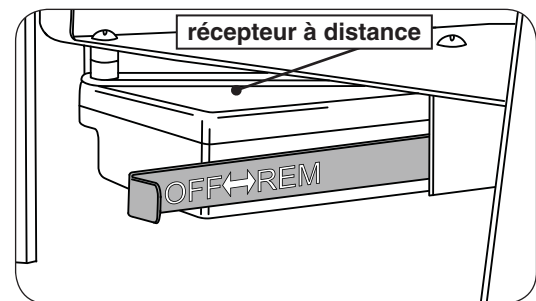

Fig. 18-2
2. Localisez l'actionneur de l'interrupteur OFF/REMOTE actionneur coulissant à l'arrière gauche du brûleur. Faites glisser l'actionneur à la position **REMOTE** droit. Voir Fig. 18-2.